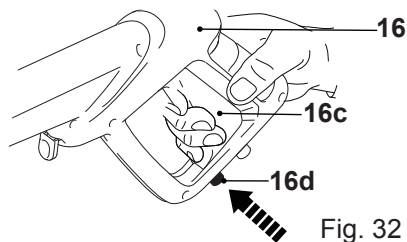

Fig. 32
5. Active el dispositivo de bloqueo del gatillo (16c) pulsando su correspondiente botón (16d) (Fig. 32).